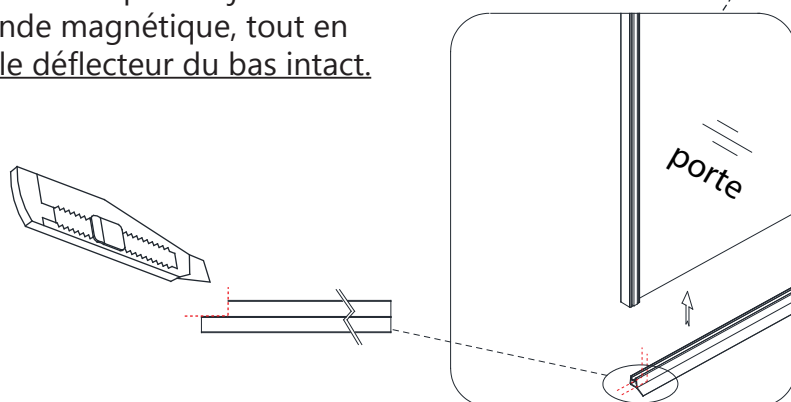

Fig 16
16. Taillez le **vinyle de balayage (N° 08)** afin qu'il épouse les deux côtés du pivot inférieur et attachez les **deux côtés au bas de la porte vitrée (N° 17)** Fig. 16